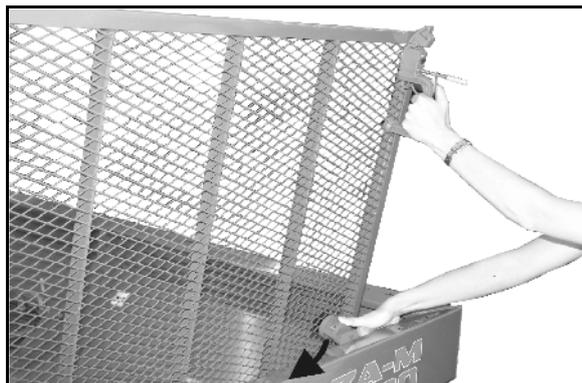

Fig. 18
3. Levantar la rejilla de protección hasta que el dispositivo de retención encaje en el marco del depósito (Fig. 18).
- Antes de cerrar la rejilla de protección presionar el dispositivo de retención hacia abajo (Fig. 18).